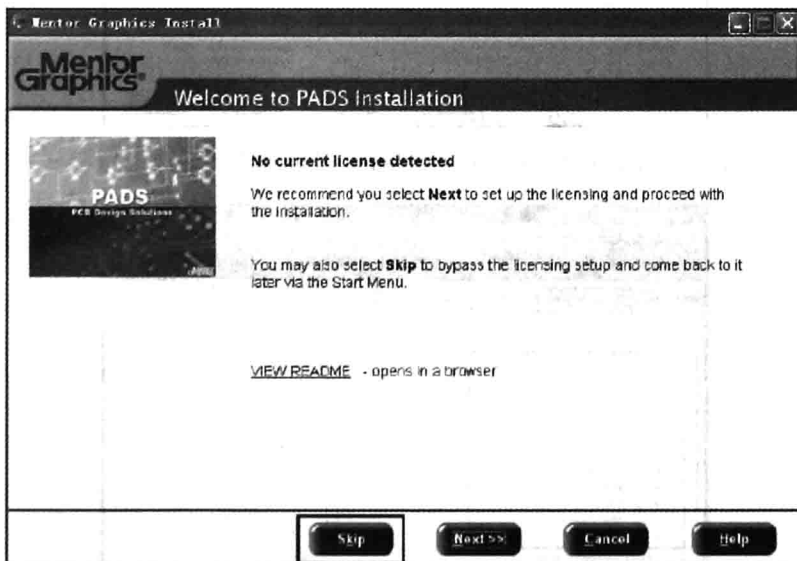

图 1-2 “Welcome to PADS Installation”对话框
(2) 单击【Next】按钮，系统弹出“Welcome to PADS Installation”对话框，如图 1-2 所示，提示当前没有检测到 License 文件，单击【Skip】按钮继续下一环节。